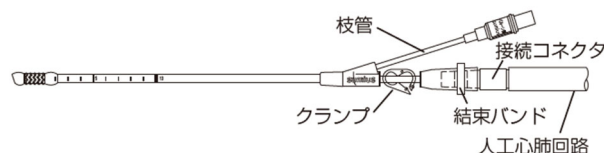

図5
7. 送血ポンプより血液を送血し、カテーテル内の空気を追い出す。カテーテルを閉塞させる場合は本品に設置されているクランプを使用し、それ以外のクランプや鉗子等で閉塞させないこと。（図 5）